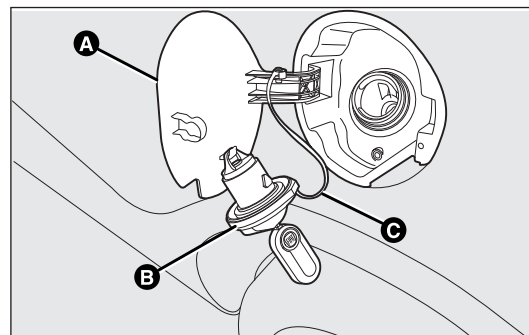

fig. 109
TAPÓN DEL DEPÓSITO DE COMBUSTIBLE fig. 109
- 1) Abra el tapa A-fig. 109 tirando hacia fuera, mantenga sujeto el tapón B, introduzca la llave de contacto en la cerradura y gírela hacia la izquierda.